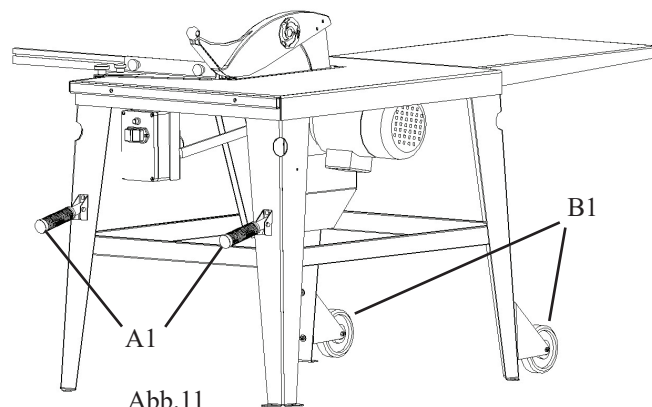

Abb.11
Der Bausatz besteht aus je einem Paar Griffen [A1] (Abb.11) und Rädern [B1], die an den entsprechenden Bohrungen festgeschraubt werden (vgl. Abb.11).
- 2) Der Schalttafel den Rücken drehen, die Knie beugen und die Griffe [A1] (Abb.11) anfassen;